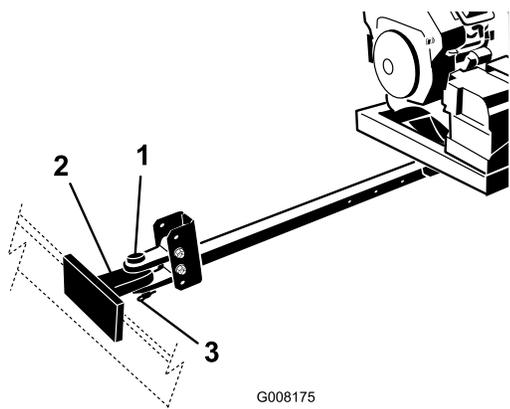

図 8
4. ヒッチ・ピンとクレビスを使って、ブローアのクレビス・ヒッチを牽引車両のヒッチに接続する (図 8)。